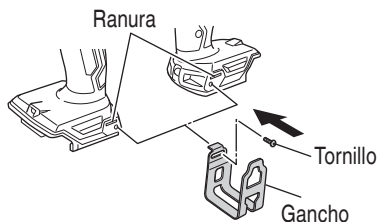

Fig. 8
- (1) Instalación del gancho. Instale el gancho en la ranura de la herramienta de alimentación eléctrica de forma segura y apriete los tornillos de manera que el gancho quede firmemente sujeto. (Fig. 8)